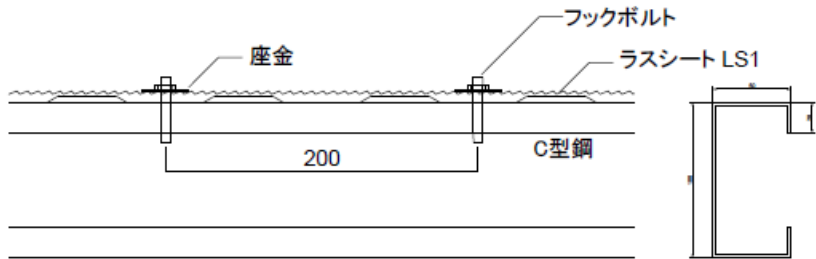

図 15 鉄骨造でのラスシート LS1 の留め付け
- ・鉄骨造では、ラスシートビス、座金付きドリルねじ、または、図 15 に示す様に座金付きフックボルトを用い、200mm 以内の間隔でラスシートを胴縁に留め付けてください。